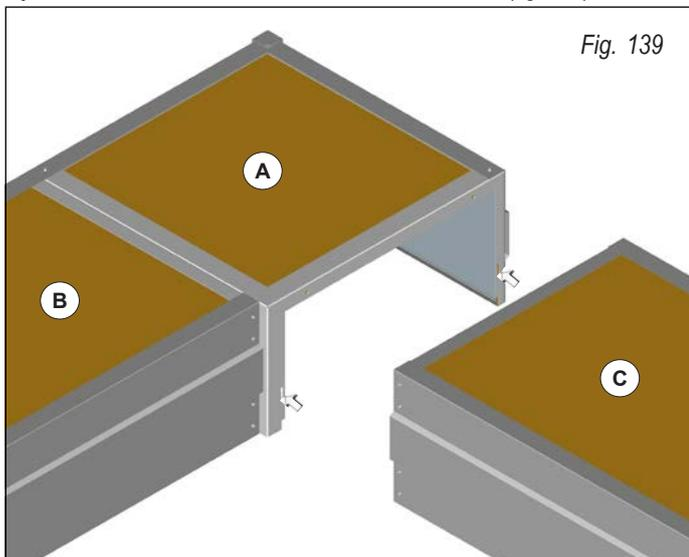
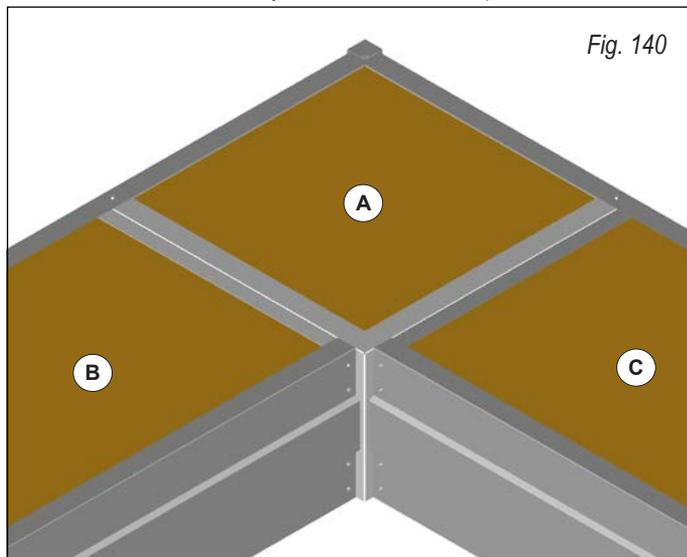

Fig. 139
Fig. 140
Enganchar al módulo curva (A) anteriormente fijado, la segunda unidad de cinta de radiación (C) a través de la pestaña y del ojal (fig. 139), como se ha explicado anteriormente. Fijar con las dos tuercas al módulo curva la unidad de cinta de radiación (fig. 140).